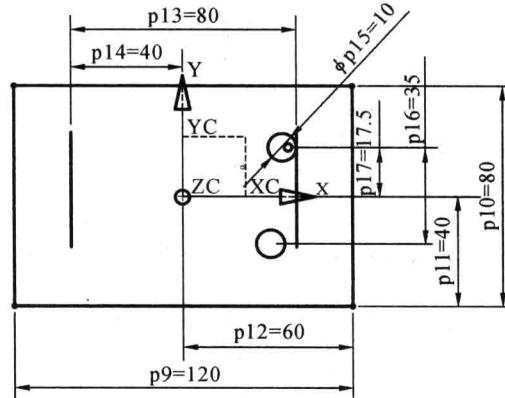

图 1-11 约束一个圆与直线的位置
(8) 单击“草图”工具栏中的“约束”按钮,分别选择第(5)步中绘制的右边的一条竖直的直线和一个圆靠近该直线的圆弧部分,单击“约束”中的图标 ,结果如图 1-11 所示。